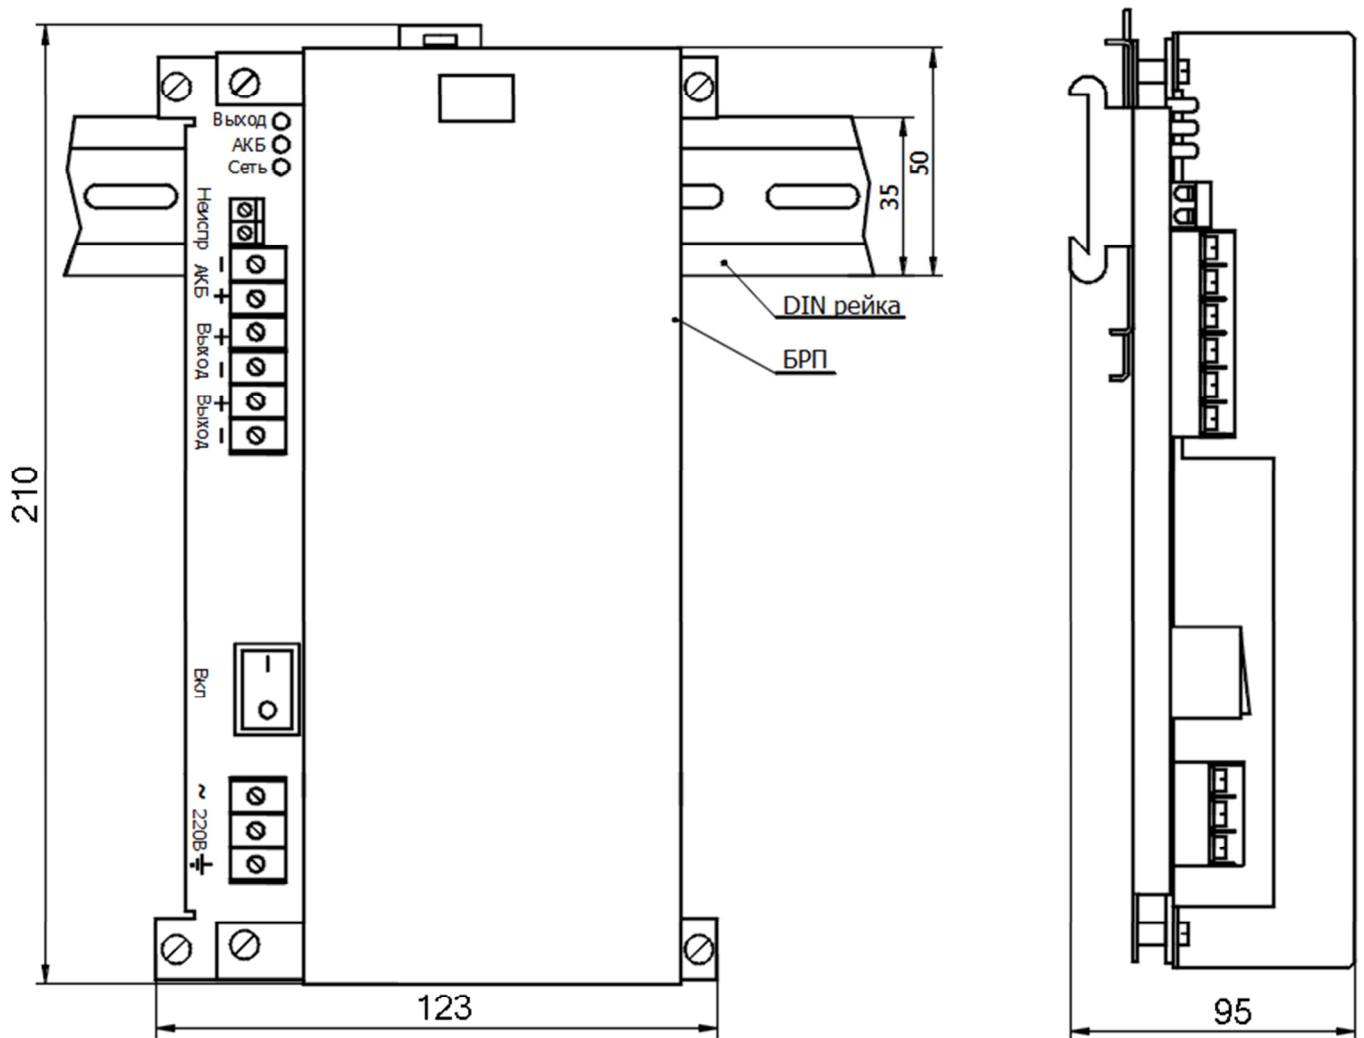

Рисунок 1 - Общий вид БРП
- е) соединить контакты «+» и «-» внешней аккумуляторной батареи с контактами «+» и «-» колодки АКБ* (см. рисунок 1). Убедиться в непрерывном свечении единичных индикаторов зеленого цвета АКБ и **ВЫХОД**;